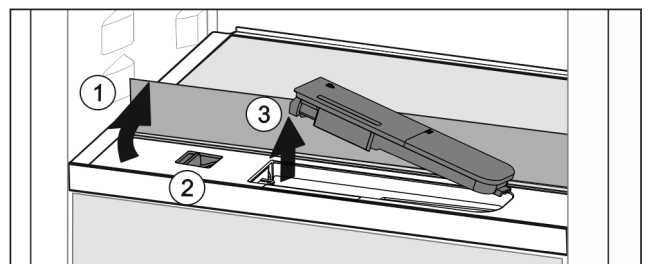

Fig. 44
- ▶ Sollevare il ripiano di vetro e ribaltarlo all'indietro fino all'arresto *Fig. 44 (1)*.
- ▶ Spostare il cursore *Fig. 44 (2)* a sinistra.
- ▶ Rimuovere il serbatoio dell'acqua *Fig. 44 (3)*.